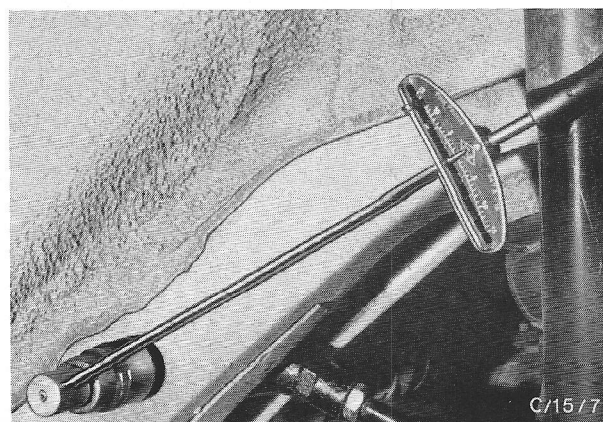

Fig.147 Bij belaste achterveren moeren op bevestigingsbouten van de stabilisatorstang op achterbalken vastzetten.
6. Laat de wagen zakken en belast hem zodanig, door er ongeveer 2 personen in te laten plaatsnemen, dat de veren voldoende worden ingedrukt om de hartlijn van de achteraskoker en de hartlijn door de achterveerogen in hetzelfde vlak te brengen. In deze stand moeten de moeren op de bouten voor de stabilisatorstangbevestiging aan de langsligger met het voorgeschreven aantrekkoppel worden vastgezet (fig.147).